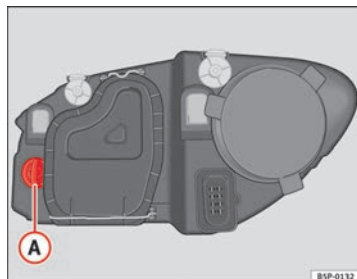

Abb. 186 Glühlampe für Blinker
- Den Lampenträger ⇒ Abb. 186 **A** nach links drehen und ziehen.